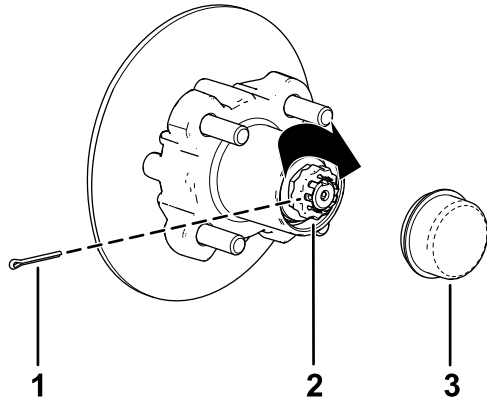

Figure 30
alignés afin de pouvoir insérer la goupille fendue (Figure 30).
9. Insérez la goupille fendue et repliez chacune de ses pattes autour de l'arrêt d'écrou (Figure 30).
10. Reposez le couvre-moyeu sur le moyeu (Figure 30).